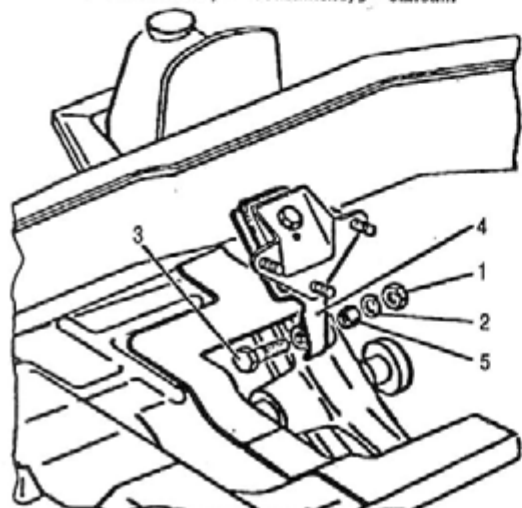

Рис. 257. Снятие болтов крепления кронштейна двигателя:
- отвернуть гайки 1 (рис. 257) крепления кронштейна 4 к поперечине подвески и вынуть болты 3, разжимные втулки 5 с шайбами 2. Если болты не вынимаются, необходимо подвижным упором (домкратом) под двигателем или ослаблением натяжения троса захвата подъемного устройства немного опустить двигатель, чтобы разгрузить болты;